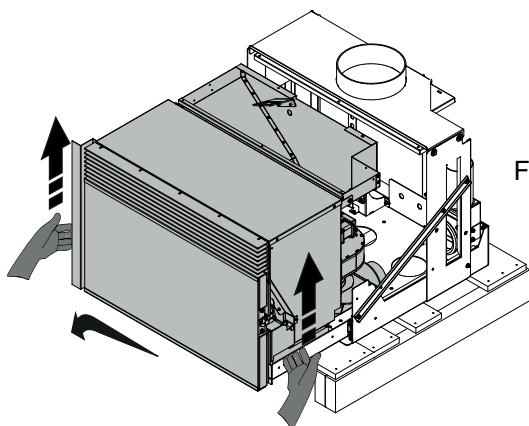

Fig. 6.1.5
10. Levantar la máquina y quitarla de las guías (Fig. 6.1.5);